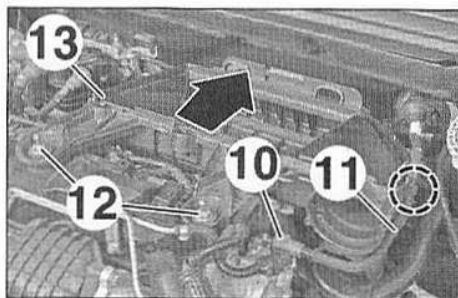

FIG.77
- Débrancher le raccord (10) de la canalisation à dépression (11) sur la pompe à vide (Fig.77).
- Dégrafer la canalisation à dépression (11) du boîtier de filtre à air.
- Déposer les vis (12).
- Pousser le boîtier de filtre à air (13) pour libérer les silentblochs puis le soulever pour le déposer.